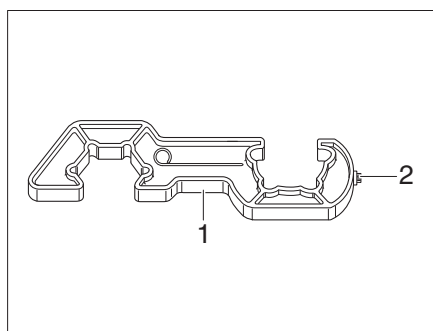

Fig. 254 Strumento ausiliario
- ▶ Per avvitare e svitare i tubi flessibili ad alta pressione, utilizzare lo strumento ausiliario (Fig. 254,1). Esso garantisce la necessaria coppia di serraggio e impedisce che l'uso di utensili errati danneggi collegamento a vite.
- Svitare il tubo flessibile ad alta pressione (Fig. 251,3) dalla bombola del gas per mezzo dello strumento ausiliario (Fig. 254).